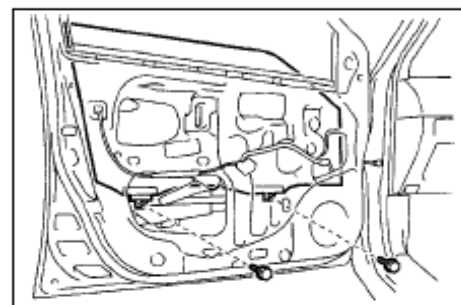

Рис. 577
a. Открутите 2 болта, удерживающие стекло (рис. 577);